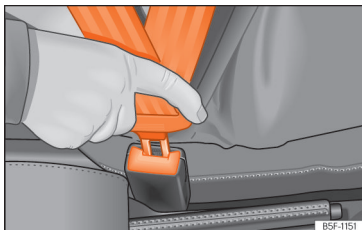

Abb. 10 Schlosszunge des Sicherheitsgurts in das Gurtschloss einstecken.
- Schlosszunge fest in das zum Sitzplatz gehörende Gurtschloss stecken » » **Abb. 10**.